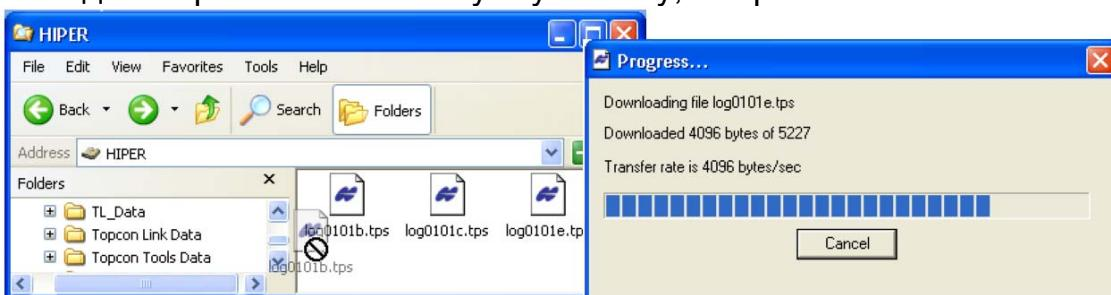

Рисунок 5-4. Начало импорта файлов и течение этого процесса
- Перенос файлов в файловую систему компьютера производится методом перетаскивания в нужную папку, см. рис. 5-4.